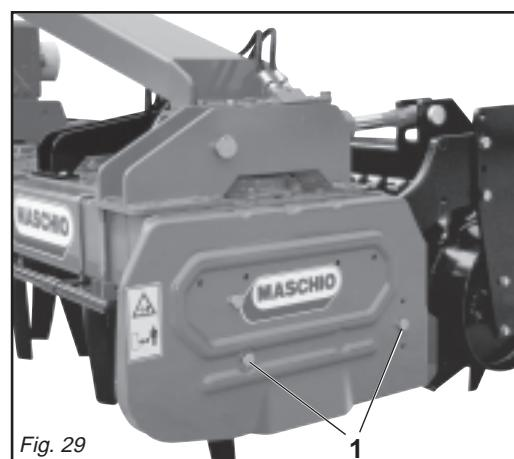

Fig. 29
Per effettuare lo spostamento nella nuova posizione è sufficiente svitare le viti di fissaggio, spostare la parte mobile nella posizione richiesta e rifissare le viti (1 Fig. 29).
*To move to the new position, just unscrew the fixing screws, move the mobile part to the required position and then fix the screws back in place (1 Fig. 29).*
Um die Verschiebung in die neue Position vorzunehmen, reicht es aus, die Befestigungsschrauben loszudrehen, den beweglichen Teil in die gewünschte Position zu bringen und die Schrauben (1 Abb. 29) wieder anzuziehen.
*Pour effectuer le déplacement dans la nouvelle position il suffit de dévisser les vis de fixation, déplacer la partie mobile dans la position désirée et remonter les vis (1 Fig. 29).*
Para cambiar de posición las protecciones, basta desenroscar los tornillos de fijación, ubicar la parte móvil en la posición requerida y volver a ajustar los tornillos (1 Fig. 29).